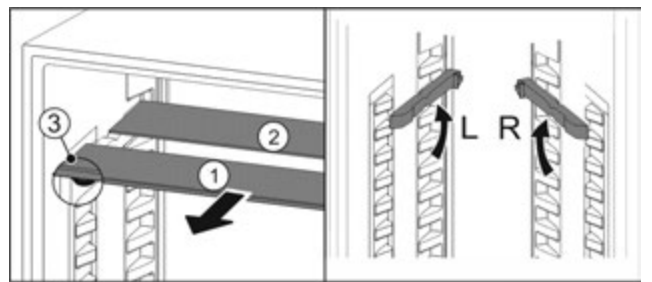

Fig. 24
- ▶ Посуньте Fig. 24 (1) скляну панель вперед.
- ▷ Скляна панель Fig. 24 (1) з декоративною планкою лежить спереду.
- ▷ Стопори Fig. 24 (3) показують вниз.